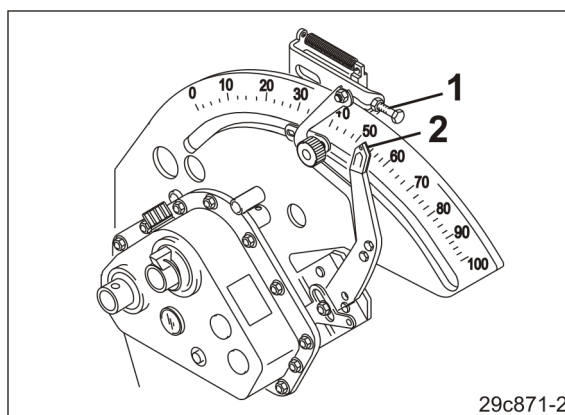

Bild 162
3. Använd justeringsskruven (Bild 162/1) för att ställa in visaren (Bild 162/2) på växelspaken till önskat växelläge för den förhöjda utsädesmängden.
Skruva ut justeringsskruven (Bild 162/1):
Skruva in justeringsskruven (Bild 162/1):